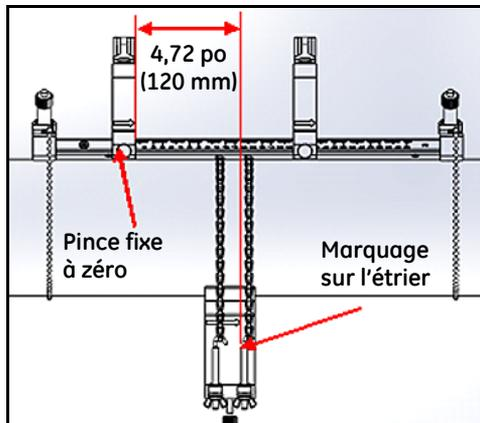

Figure 30 : étrier placé à 120 mm / 4,72 po
- **Espacement <305 mm** (120 mm / 4,72 po est utilisé à titre d'exemple) : mesurez la distance requise de 120 mm / 4,72 po du bord de la pince fixe jusqu'à la ligne tracée sur l'étrier (voir la *Figure 30* ci-dessous).